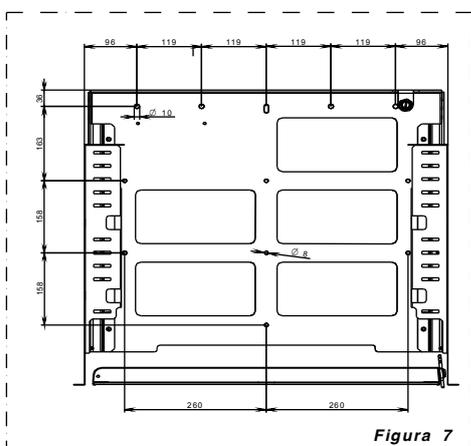

Figura 7
- Fissare la base fissa con tasselli ad espansione d' acciaio di D.10 mm ove indicato nella Figura 2. La quantità di tasselli da usare è in funzione del tipo di supporto su cui si installa l' inserto, seguire a tal proposito la dima di foratura indicata nella Figura 7. Se il supporto risulta essere non compatto si consiglia di fissare il basamento al retro o ai fianchi del camino con le 2 staffe in dotazione (nella Figura 2 indicate con A e relative viterie B). Qualora non vi fosse la possibilità di fissarlo sul retro o sui fianchi e/o il supporto risultasse essere non compatto si consiglia di rifare il supporto in calcestruzzo ove fissare il basamento in modo stabile.